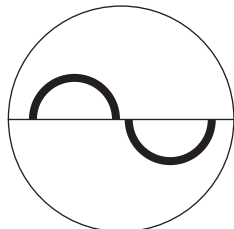

Figura 1: Immagini semicirculari al centro del campo visivo.
- Usando il joystick della lampada a fessura, eseguire qualsiasi correzione necessaria finché la superficie appianata non appare al centro del campo visivo come due superfici semicirculari aventi la stessa area. (Figura 1). Piccole